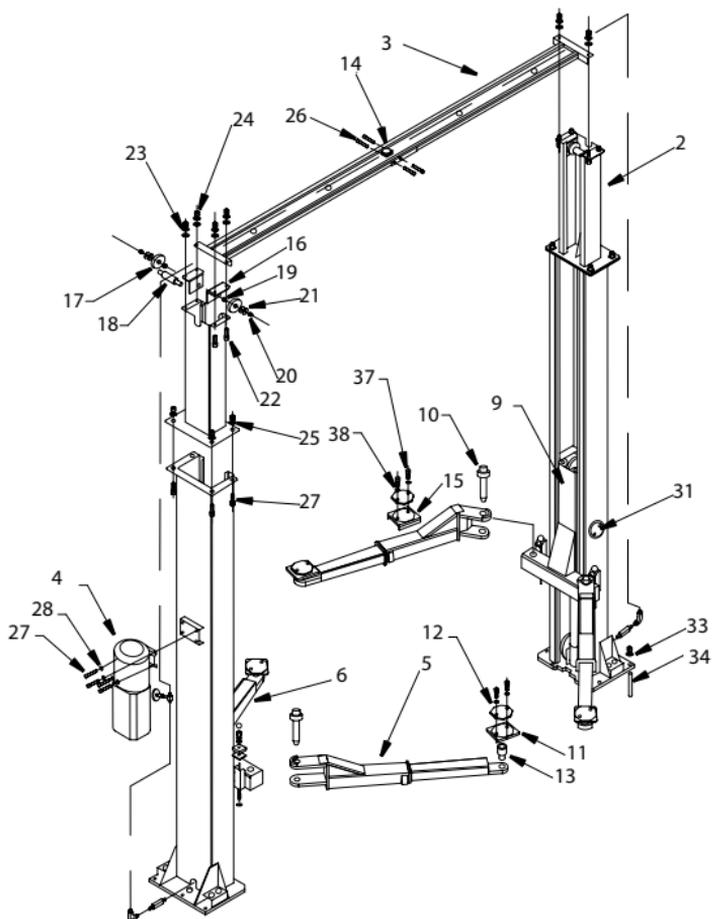

Рисунок 10 - Общий сборочный чертеж
16. Установите рычаги на каретках, применяя ось (рис. 10). Проверить работу блокировок рычагов подхвата. Равномерно и туго натяните тросы синхронизации так, чтобы каретки оставались на исходной высоте и опирались о первый паз в стойках, а не висели на тросах. (Натягивайте троса поочередно понемногу).